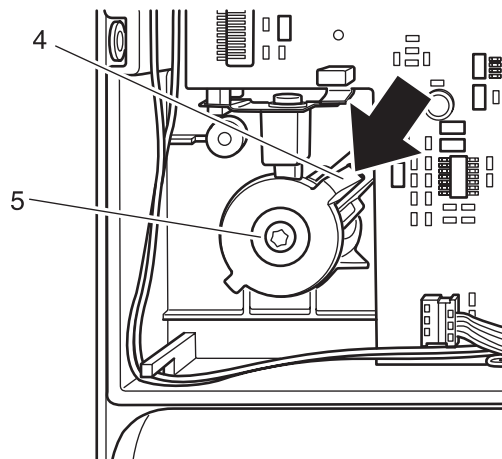

Fig. 15b
- Mit einem Schraubendreher auf die obere Nase des Deckels 4 drücken, danach das Druckstück 5 und den Deckel 4 herausnehmen (Fig. 15b).